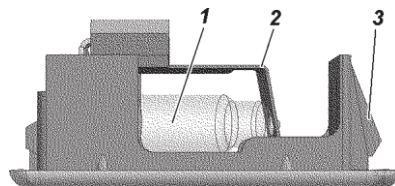

Fig. 9.44 Plafón de iluminación de la guantera:
**Plafón de iluminación de la guantera.** Para reemplazar la bombilla retire el plafón (fig. 9.44) del cajón-maletero. Reemplace la bombilla 1 apretando el soporte 2.